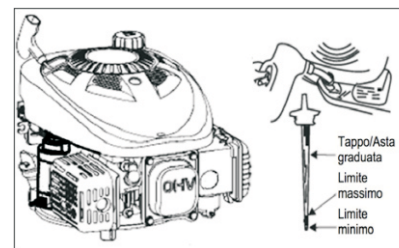

Fig. 9 Tappo/Asta graduata Limite massimo Limite minimo
5. Riempire lentamente con olio nuovo, senza eccedere il limite massimo. Attendere un minuto e usare l'asta graduata per controllare il livello, che dovrà essere compreso tra i limiti minimo e massimo (vedi Fig. 9).